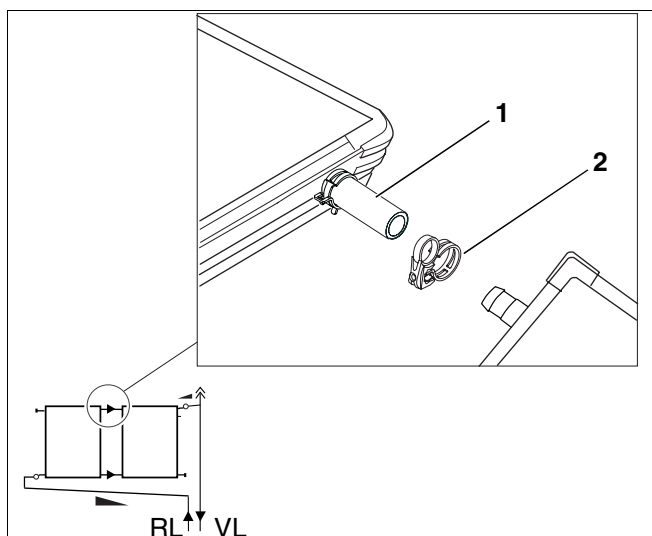

Fig. 34 Puxar as abraçadeiras de mola sobre a mangueira solar
A abraçadeira de mola (Fig. 34, **Item 2**) vem de série fixada à mangueira solar (Fig. 34, **Item 1**) por meio de um elástico.
- ▶ Antes de colocar o colector seguinte, empurre primeiro as abraçadeiras de mola (Fig. 34, **Item 2**) sobre as mangueiras solares previamente montadas (Fig. 34, **Item 1**).
Preste atenção a que a segunda abraçadeira de mola (Fig. 34, **Item 2**) esteja assente sobre a mangueira solar.